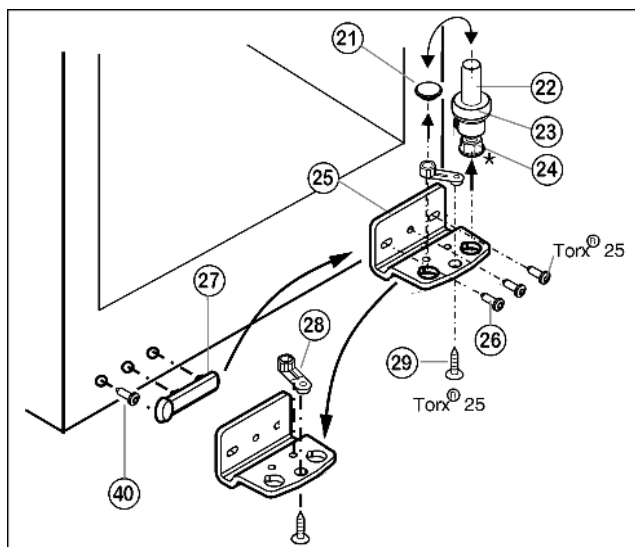

Fig. 5
- Togliere completamente il perno di supporto Fig. 5 (22) con lo spessore Fig. 5 (23) e il piedino di regolazione* Fig. 5 (24), estrarre tirando verso l'alto.
- Togliere il tappo Fig. 5 (21).
- Svitare il blocco di supporto Fig. 5 (25).
- Svitare l'elemento di supporto Fig. 5 (28) e spostarlo nel foro di alloggiamento opposto, serrarlo nuovamente.
- Staccare la copertura lato maniglia Fig. 5 (27) facendo attenzione, svitare le viti Fig. 5 (40) e spostarle sul lato opposto.
- Fissare nuovamente il blocco di supporto Fig. 5 (25) sul nuovo lato cerniere, eventualmente servendosi di un avvitatore a batteria (**a 4 Nm**).
- Inserire nuovamente il tappo Fig. 5 (21) nell'altro foro.
- Inserire nuovamente il perno di supporto Fig. 5 (22), con lo spessore e il piedino di regolazione*. Prestare attenzione in modo l'arresto sia rivolto verso il dietro.